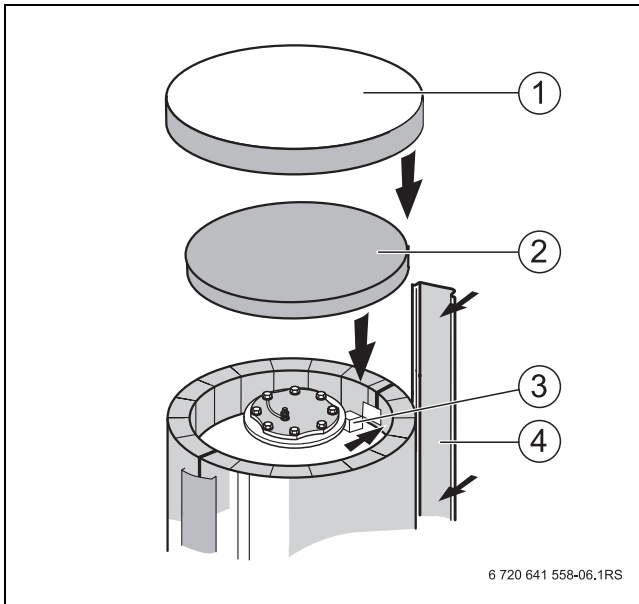

Fig. 10 Protecție termică - flanșă superioară
- ▶ Dacă nu s-a realizat încă inspectarea vizuală, scoateți carcasa boilerului și protecția termică superioară (→ Fig. 10, pagina 11).